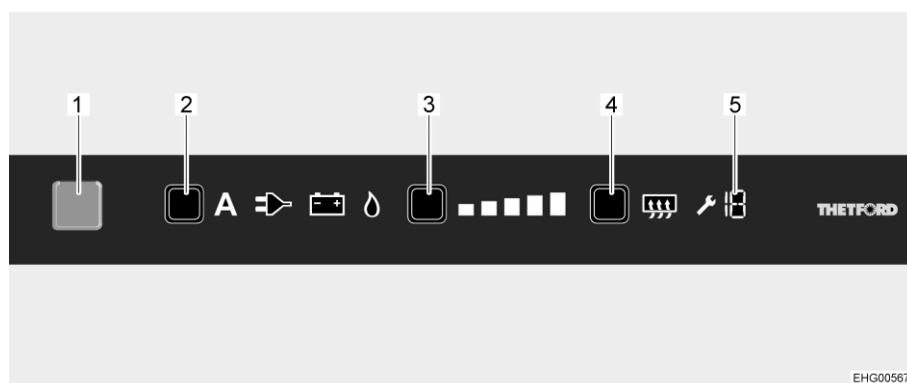

Fig. 99 Boutons de commande
Lorsque le réfrigérateur est mis en marche, il choisit automatiquement la dernière température du thermostat sélectionnée. Ce réglage peut cependant être corrigé manuellement à l'aide de la touche de degré de réfrigération (Fig. 99,3). Les barres lumineuses de l'affichage du degré de réfrigération indiquent le réglage sélectionné sur le thermostat. La température de réfrigération des trois types d'énergie se règle avec la touche de degré de réfrigération. Il faudra attendre quelques heures jusqu'à ce que le réfrigérateur ait atteint sa température normale de réfrigération. Il garde toutefois son réglage de température lorsqu'on change d'un mode à un autre. La température de réfrigération est maintenue indépendamment du type d'énergie choisi.
- Appuyer sur la touche Marche/Arrêt (Fig. 99,1) pendant 1 seconde. La touche s'allume en bleu. L'affichage devient plus sombre pour des raisons d'économie d'énergie au bout d'env. 10 secondes.
- Appuyer plusieurs fois sur la touche de sélection de source d'énergie (Fig. 99,2) jusqu'à ce que la source d'énergie désirée soit sélectionnée. Pour le régime au gaz : L'arrivée de gaz est ouverte. L'allumage s'effectue de manière automatique. Un tic-tac est distinctement perceptible jusqu'à ce que la procédure d'allumage soit effectuée avec succès.
- Appuyer plusieurs fois sur la touche de degré de réfrigération (Fig. 99,3) jusqu'à ce que le degré de réfrigération désiré soit sélectionné. Le degré actuel de réfrigération est indiqué par barres lumineuses.
- Appuyer sur la touche Marche/Arrêt (Fig. 99,1) pendant env. 2 secondes. Toutes les lampes s'éteignent. Le réfrigérateur est coupé.